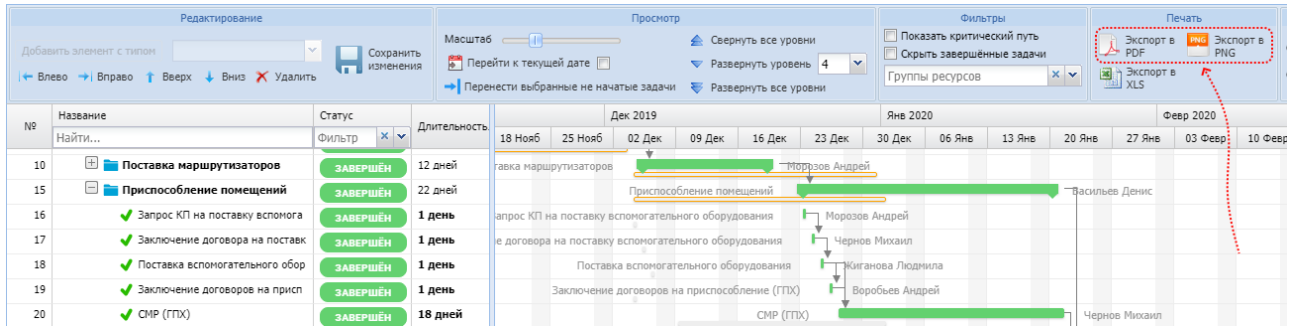

Рисунок 1 – Кнопка экспорта диаграммы Ганта в PDF-формат
2. В панели инструментов блок «Печать» → «Экспорт в PDF» (Рисунок 1).